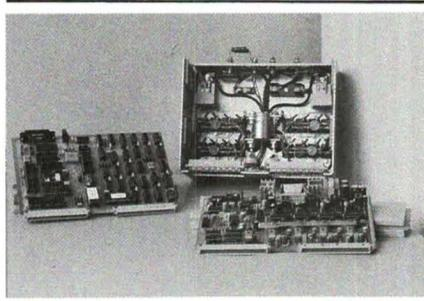
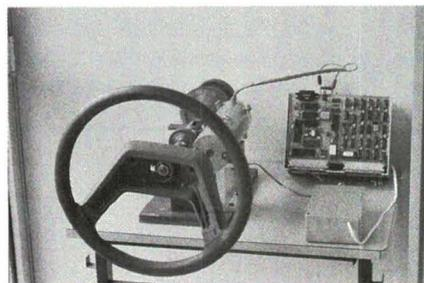
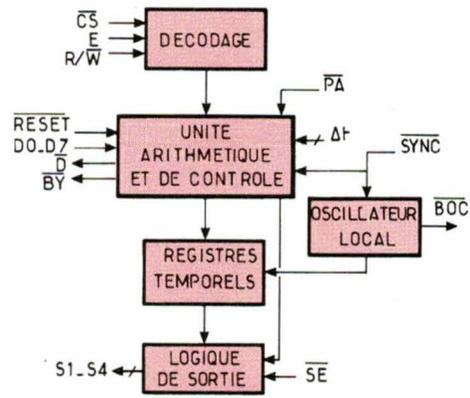

Fig. 3
Fig. 4
Fig. 11
dialogue alors avec le calculateur par l'intermédiaire d'un bus RS 232 ou VME... Ceci étant admis, nous pouvons donc redéfinir le rôle de l'interface de commande du hacheur. Il devra fournir les signaux de commande des commutateurs du hacheur, de même qu'en électronique faibles signaux, un DAC fournit une tension, et ce en assurant la sécurité des commutateurs. D'autre part, pour obtenir un courant donné avec un hacheur, il existe plusieurs stratégies de commande des commutateurs : ce choix doit donc être programmable ou définitivement fait. Suivant la nature des commutateurs eux-mêmes, la protection passive n'est pas la même : le temps mort de commutation doit donc être programmable, ainsi que la fréquence de répétition. L'interface, au sens large, a été réalisé (4). Il est montré sur la figure 3. Il est constitué autour du MC 6809 accompagné de 8 K-octets de EPROM, 2 K-octets de RAM, d'un ADC onze voies MC 14442, d'une liaison RS 232, d'un PIA et de l'interface au sens strict. Il a été utilisé dans un asservissement adaptatif de contrôle de la direction d'une automobile (2, 7, 8) (fig. 4).
Le prototype précédent, qui a été effectivement réalisé en wrapping, a été « dégradé » et réalisé en version industrielle, tel qu'on peut le voir sur la photo de la figure 3. La face avant est une carte au format double Europe, dont la partie gauche contient une unité centrale complète ; sur la partie droite, se trouve le PWM en logique câblée et programmée. La structure du PWM correspond au synoptique de la figure 11. Le but était de commander des V-MOS.